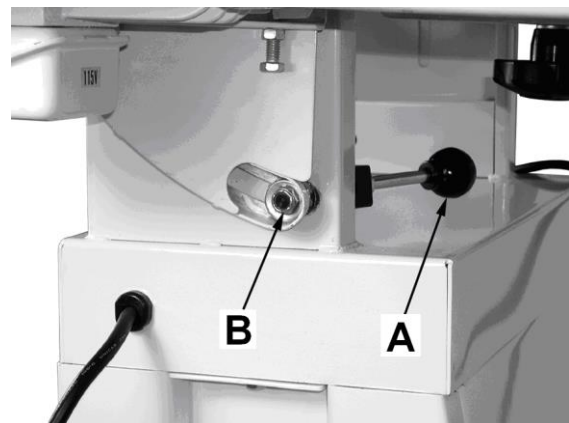

Fig 13
Die Klemmfunktion des Klemmhebels (A, Fig. 13) ist justierbar. Dazu die Selbstsichernde Mutter (B) verstellen.